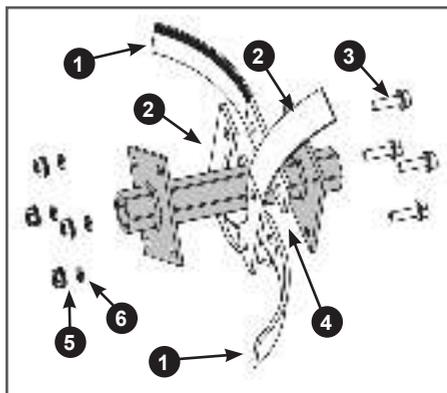

**Рис. 14. Секции оси фрезы**
- Определите какой стороной основная секция 1 оси фрезы устанавливается на вал редуктора и к какой стороне крепится дополнительная секция 2 оси фрезы (Рис. 14). Вставьте дополнительную секцию в основную сначала с одной стороны, затем с другой, при этом должна совпасть только одна пара отверстий. Та сторона основной секции оси фрезы, отверстие на которой не совпадает с отверстием на дополнительной секции оси и устанавливается на вал редуктора.